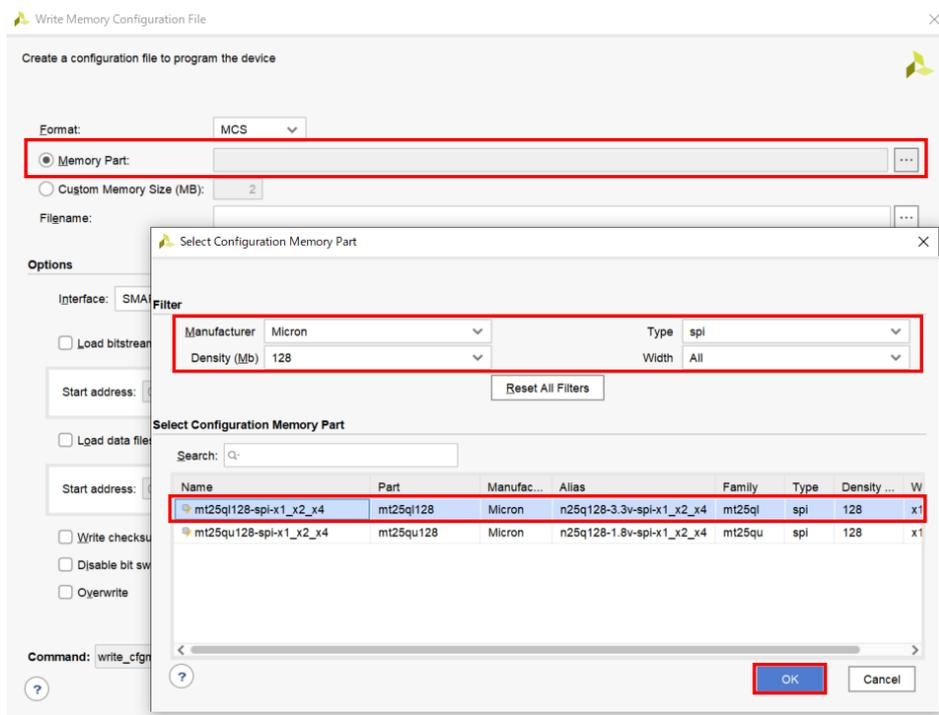

図 4-27 Memory Part の選択
- (4) [Choose a configuration memory part]では、図 4-27 同様に mt25q128 を選択し、[OK] をクリックします。[Add Configuration Memory Device Completed]のポップアップが出るので、ここでも[OK]をクリックします。